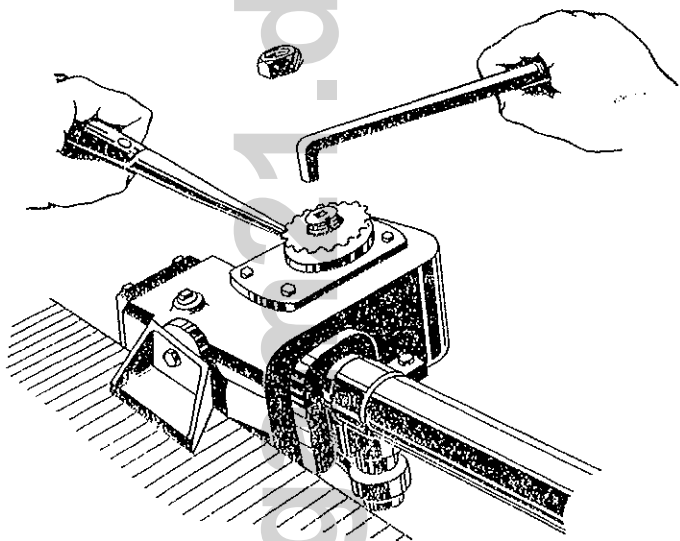

Bild 219 Nachstellen des Eingriffs von Rolle und Schnecke
2) Stellschraube mit einem im Fahrerwerkzeugsatz vorhandenen Sonderschlüssel in Uhrzeigersinn drehen (Bild 219). Die Stellschraube ist um mehrere Einschnitte in der Sperrscheibe zu drehen, wobei man nach jeder Umdrehung das Lenkrad auf seinen Leerweg zu prüfen hat.